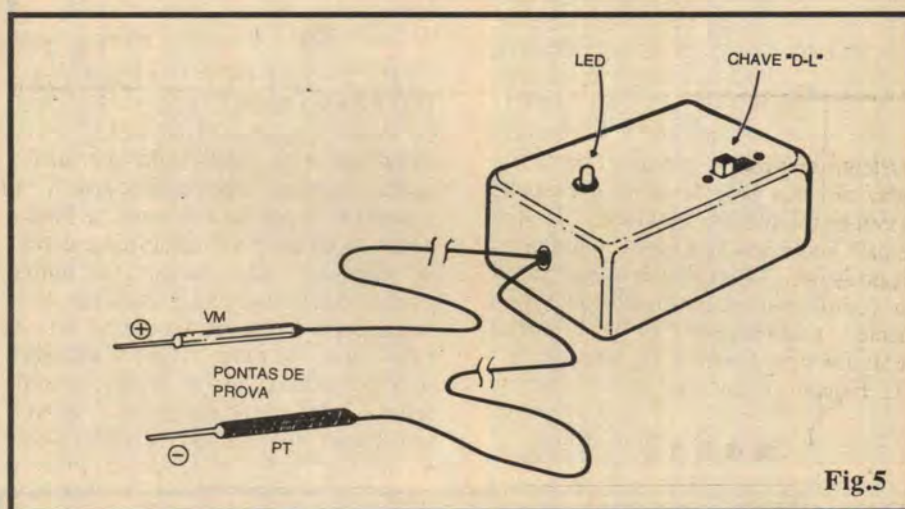

Fig.5
**- FIG. 5 - SUGESTÃO PARA O ACABAMENTO DO PCI...** - O "jeitão" final do **PROVADOR DE CONTINUIDADE "INTELIGENTE"** poderá ser o sugerido na figura, com a caixinha plástica (con-